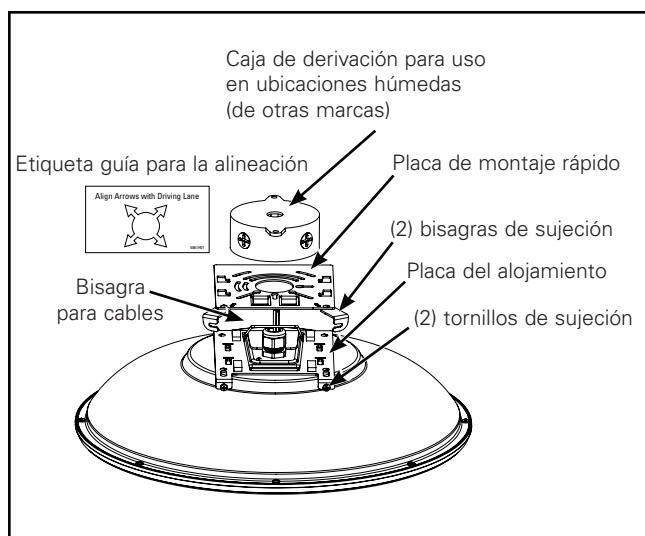

Figura 3.
Alinee la placa de montaje rápido con la caja de derivación alineando las flechas con las líneas de los carriles de circulación del garaje (Figura 3). La dirección de las flechas debe estar alineada con la dirección del tránsito.
3. Desenganche la placa de montaje rápido de la bisagra con alambre (Figura 3).
4. Instale la placa de montaje rápido en una caja de derivación para lugares húmedos (de otras marcas) usando los accesorios incluidos (tornillos n.º 8-32 x 3/4" o n.º 6-32 x 3/4"). Consulte la guía de alineación más arriba y las flechas de alineación en la etiqueta de la placa de montaje rápido (Figura 3).